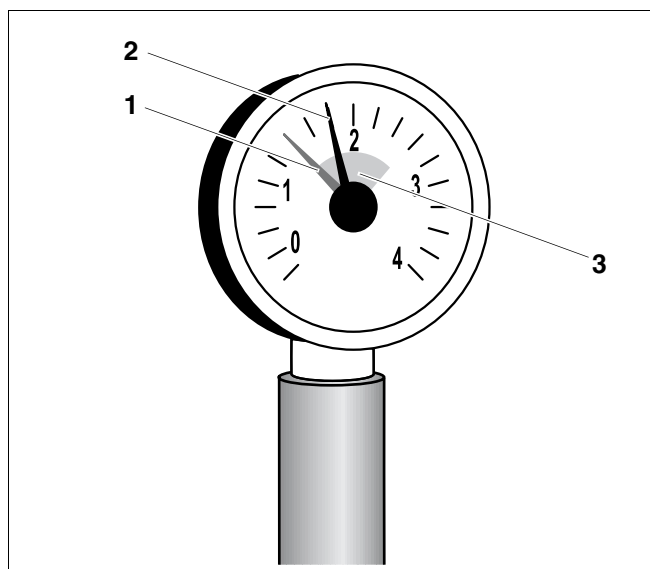

Fig. 78 Manometer til lukkede anlæg
Ved lukkede anlæg skal manometerviseren (fig. 78, **pos. 2**) stå inden for den grønne markering (fig. 78, **pos. 3**). Den røde viser (fig. 78, **pos. 1**) på manometeret skal indstilles til det tryk, der kræves til anlægget.
Hvis manometerviseren (fig. 78, **pos. 2**) underskrider den grønne markering (fig. 78, **pos. 3**), er anlæggets vandtryk for lavt. Fyld varmeanlægget op med efterfyldningsvand (se kapitel 12.1 "Påfyldning af anlægget" på side 49).